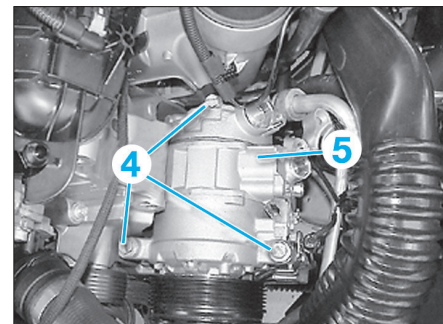

Fig. 5
- Déposer les vis (2) et retirer les conduites de fluide frigorigène.
- Déposer les vis (4) et dégager le compresseur (5) par le haut (Fig.5).